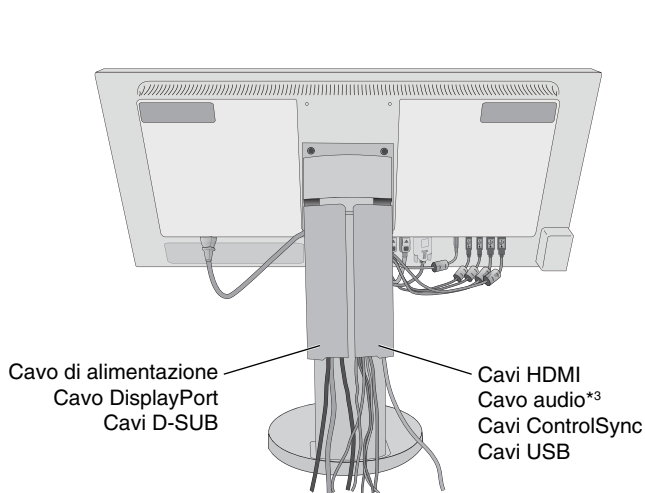
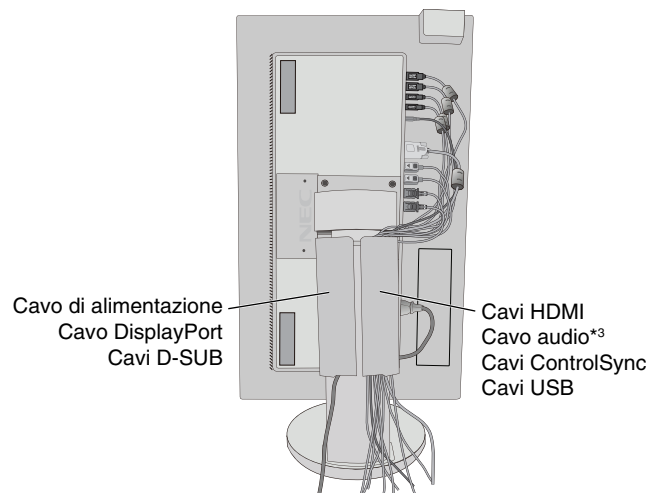

Figura C.2
Figura C.3
5. Per disporre ordinatamente i cavi, utilizzare il sistema di gestione dei cavi predisposto sul supporto. Fissare saldamente e ordinatamente i cavi ai ganci (**Figura C.2** e **Figura C.3**).